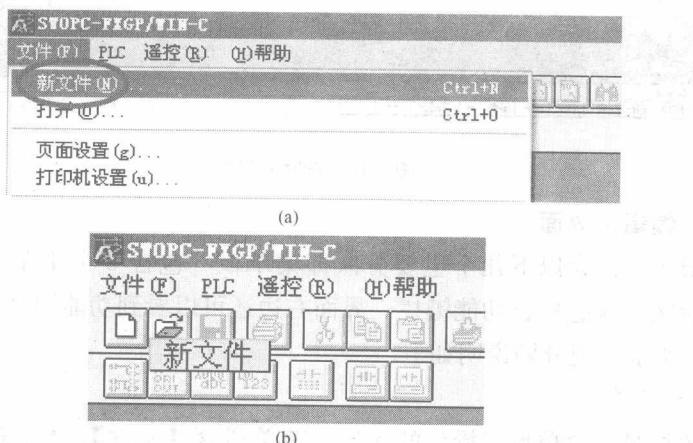

图 2-4 创建新的程序文件
(4) 单击【文件】菜单选择【新文件】命令或单击工具栏中的【新文件】按钮，可创建新的程序文件，如图 2-4 所示。